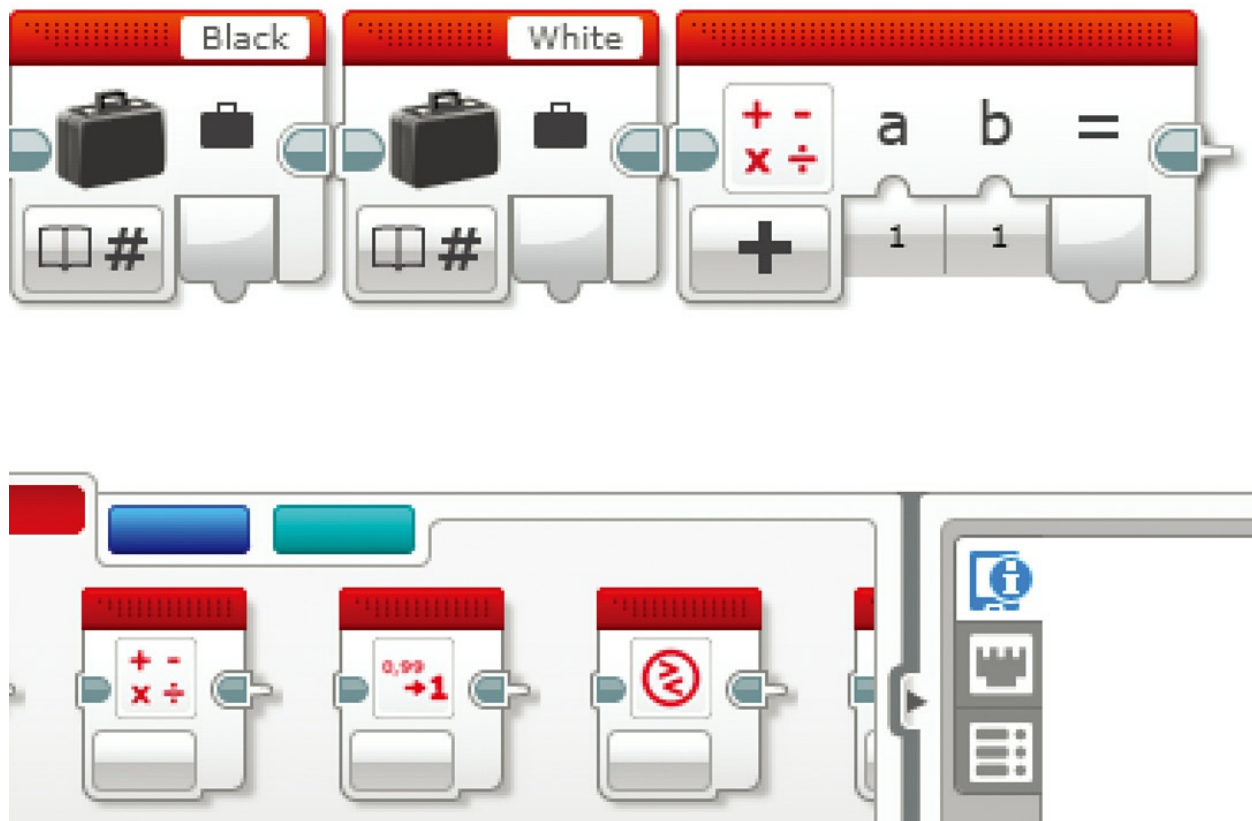

图8.21 拖曳一个数学模块到序列
1. 从红色模块组拖曳一个数学模块放到序列（如图8.21所示）。